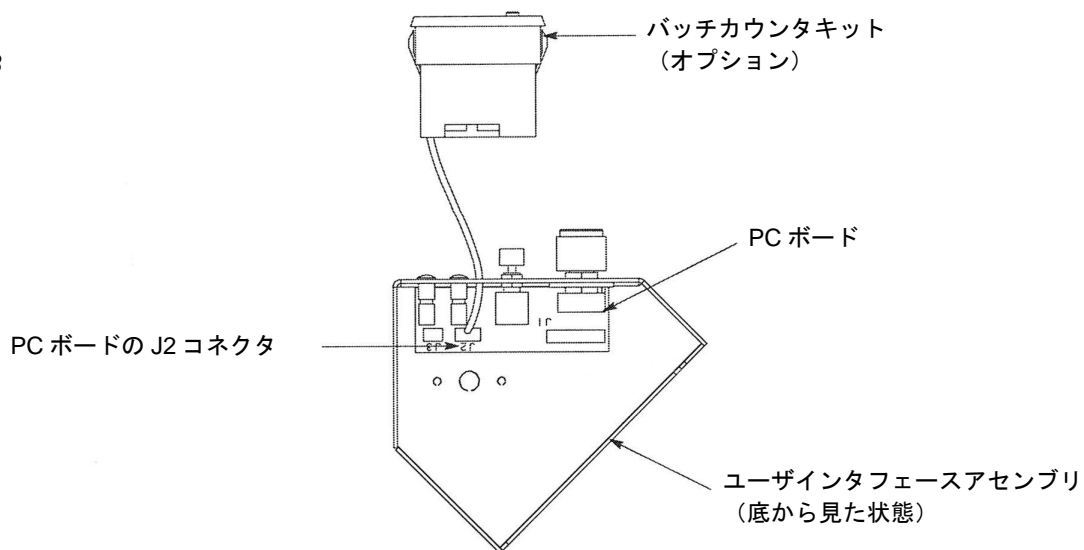

Fig. 17
6. バッチカウンタのコネクタをインタフェースアセンブリ内部の PC ボードの J2 コネクタに差し込んでください。Fig. 17 を参照してください。